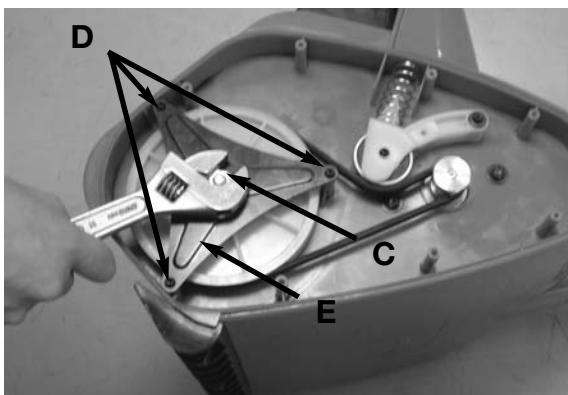

Fig. 8
2. Extraiga la brida de bloqueo (C) y los 3 tornillos (D) de la cubierta de la cinta (E) utilizando una herramienta Torx #T20 o un destornillador de cabezal plano. (Fig. 8)
4. Pase la cinta alrededor de la polea de transmisión (Fig. 8). Tire del dispositivo de tensión para alejarlo de la polea de transmisión e instalar la cinta alrededor de la polea de transmisión.